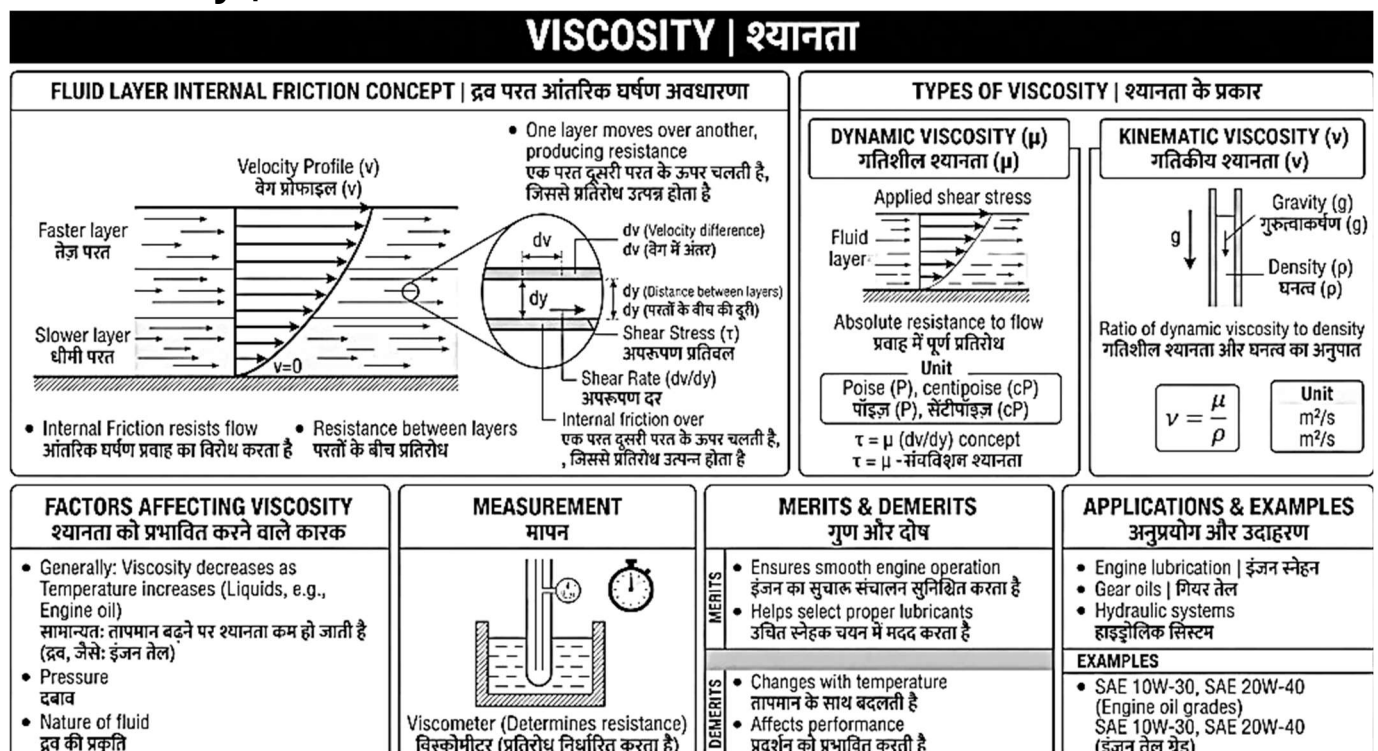

Fig. 5.3: Viscosity, Its Types, Measurement and Applications | श्यानता, उसके प्रकार, मापन एवं अनुप्रयोग
5.3.1 Introduction (Fig.5.3)
5.3.1 परिचय (Fig.5.3)